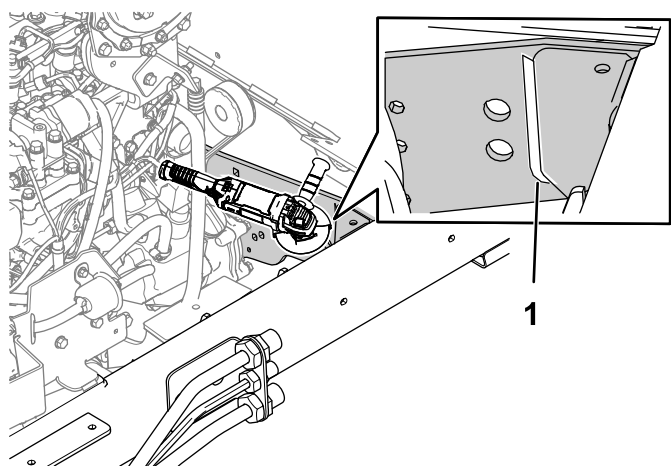

図 8
1. アクスルサポートとコーナーサポートとの間 図 8にある溶接部をグラインダで削り落とす。機体の反対側でも同じ作業を行う。